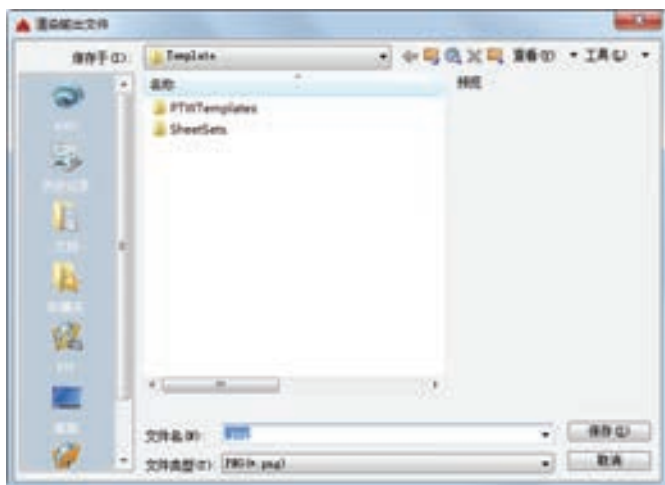

图 11-151 “渲染输出文件”对话框
3) 保存渲染效果图。选择菜单栏中的“工具”→“显示图像”→“保存”命令, 打开“渲染输出文件”对话框, 如图 11-151 所示, 设置保存图像的格式, 输入图像名称, 选择保存位置, 单击“保存”按钮, 保存图像。